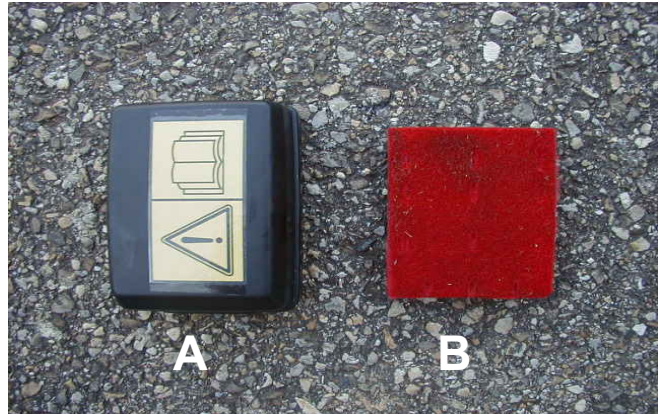

Figure 17
- Déposez le couvercle du filtre à air (Figure 17, repère A) manuellement. Sortez la mousse filtrante (Figure 17, repère B).